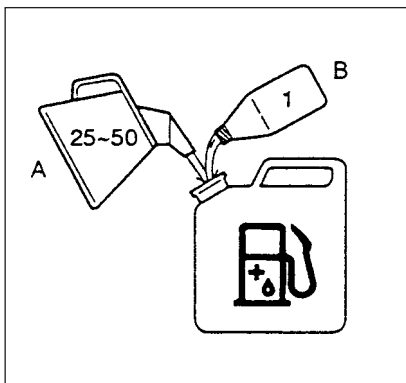

Fig. 2-1
### Brennstoff (Fig. 2-1)
Skru justeringskraven (1) mot klokken for å minske mengden, og skru den med klokken for å øke mengden. (Fig. 2-1 C)